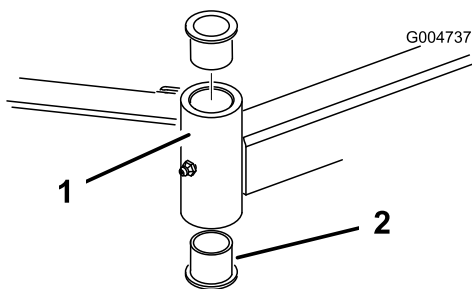

Figura 106
4. Introduza um punção para cavilhas na zona superior ou inferior do tubo de montagem e retire o casquilho para fora do tubo (Figura 106). Retire igualmente o outro casquilho do tubo. Limpe o interior dos tubos para remover a sujidade.